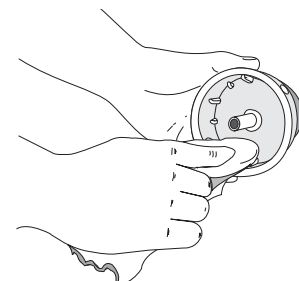

Figure 28
4. Use un paño limpio para limpiar el carrete interior, el resorte, el eje y la bobina exterior (Fig. 28).